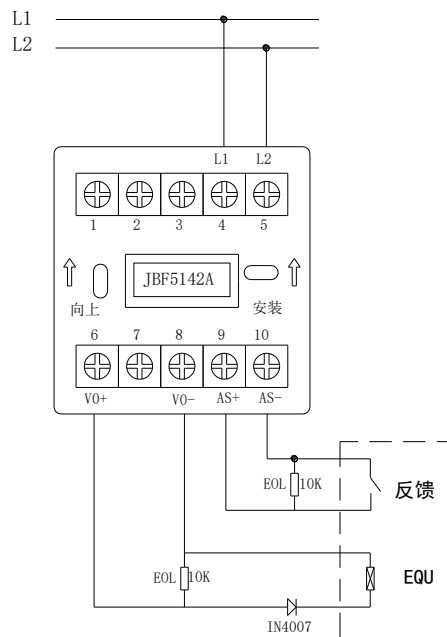

图 3 接线示意图
- ◆ 连接在 AS+和 AS-上的监视设备的动合端必须并联 10K Ω 终端电阻。见图 3。
- ◆ VO+(端子 6)、VO-（端子 8）：接被控设备。模块启动后 VO+(端子 6)和 VO-（端子 8）可以脉冲输出或持续输出。见图 3。
- 注：①脉冲输出：模块设备只提供 DC30V/1.5A/100ms 脉冲，不提供持续电压。
②持续输出：脉冲输出后还可持续输出维持 DC24V 继电器工作所需电流。